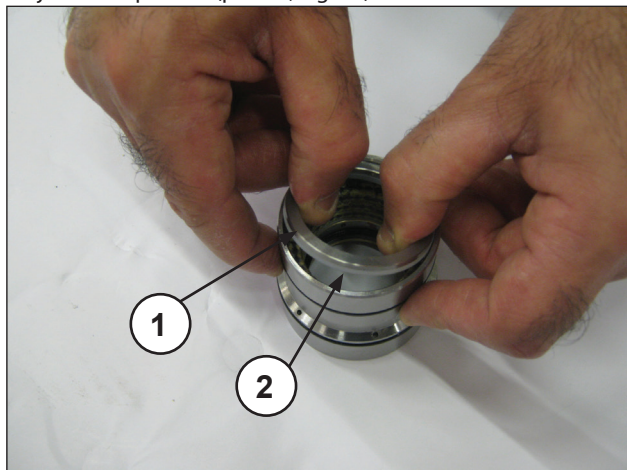
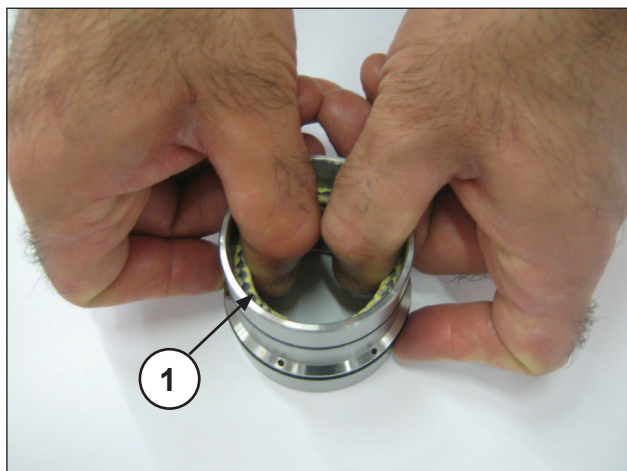

Fig. 48
Fig. 49
Separar el soporte de juntas de la camisa, desmontar la anilla del muelle y la anilla de retén (pos. ①②, Fig. 48) para acceder a las juntas de presión (pos. ①, Fig. 49).